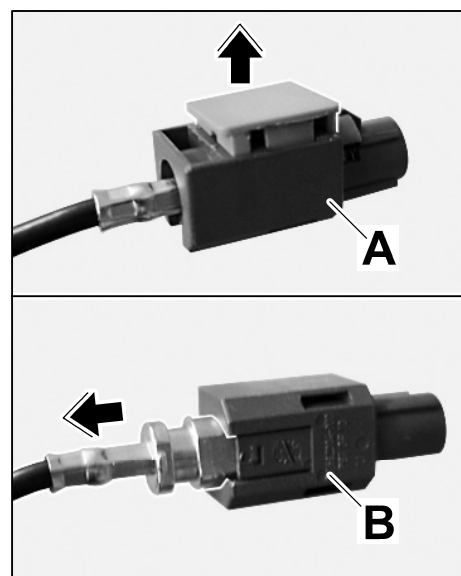

Bild 10
- 4.2 Verriegelung aus Stecker $\Rightarrow$ Bild 10
-A- öffnen, Haltenase $\Rightarrow$ Bild 10 **-B-** vorsichtig anheben und Antennenleitung aus Stecker herausziehen.